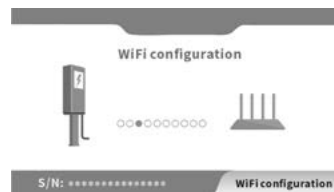

Abb.1 / WLAN-Konfiguration
Bohren Sie 4 Befestigungslöcher mit einem Durchmesser von 10 mm und einer Tiefe von 50 mm in der entsprechenden Höhe (Abb.1).
- Drücken und drehen Sie die Not-Aus-Taste dreimal hintereinander, bis die vier Kontrollleuchten aufleuchten. Gleichzeitig wechselt der LCD-Bildschirm zur WLAN-Konfigurationsseite (Abb.1). Klicken Sie in der App auf die Schaltfläche „Confirm“ bzw. „Start“, um die WLAN-Konfiguration vorzunehmen.